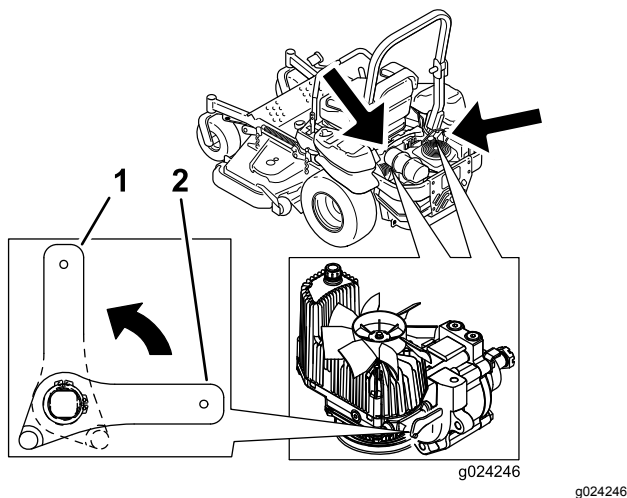

Figure 32
2. Tournez les leviers des valves de déblocage à la verticale pour pousser la machine (Figure 32).
4. Tournez les leviers des valves de déblocage à l'horizontale pour utiliser la machine (Figure 32).